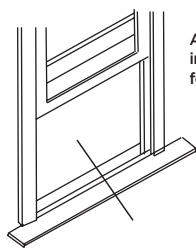

Fig.11
1. Ouvrez la fenêtre et marquez le centre du rebord intérieur de la fenêtre qu'illustre (Fig. 11).